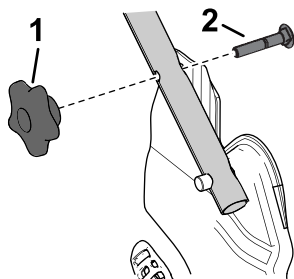

Bild 23
1. Entfernen Sie die 2 Griffhandräder sowie die 2 Schlossschrauben von den Handgriffhalterungen (Bild 23) und heben Sie sie auf.